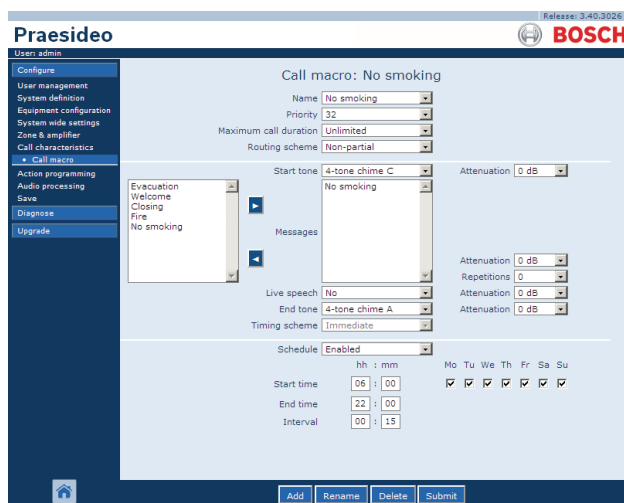

Abb. 46.2: Neues Ansagemakro erstellen, Schritt 1
- 1 Rufen Sie *Configure > Call characteristics > Call macro* auf. Im Mainframe der webbasierten Benutzeroberfläche erscheint ein Bildschirm, der dem in Abb. 46.2 ähnelt.